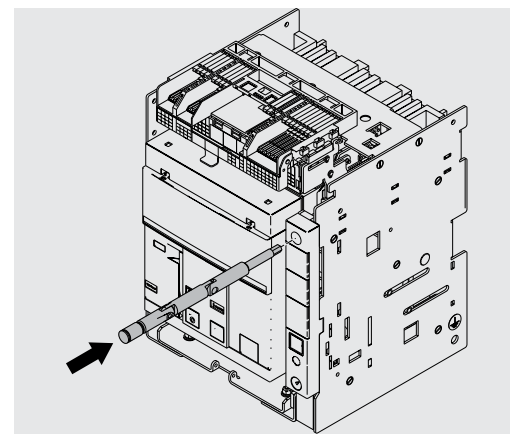

Figure 62
9. Remettre la manivelle dans son logement. Voir Figure 62.